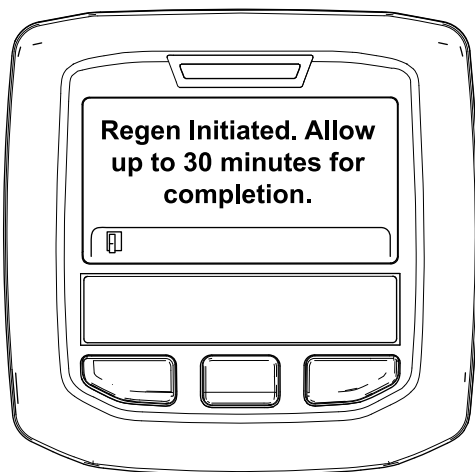

Figura 51
- Se la rigenerazione è consentita, nell'InfoCenter viene visualizzato il messaggio "Rigen. inizializzata. Attendere fino a 30 minuti per il completamento", attendete il completamento del processo di rigenerazione parcheggiata da parte della macchina (Figura 51).